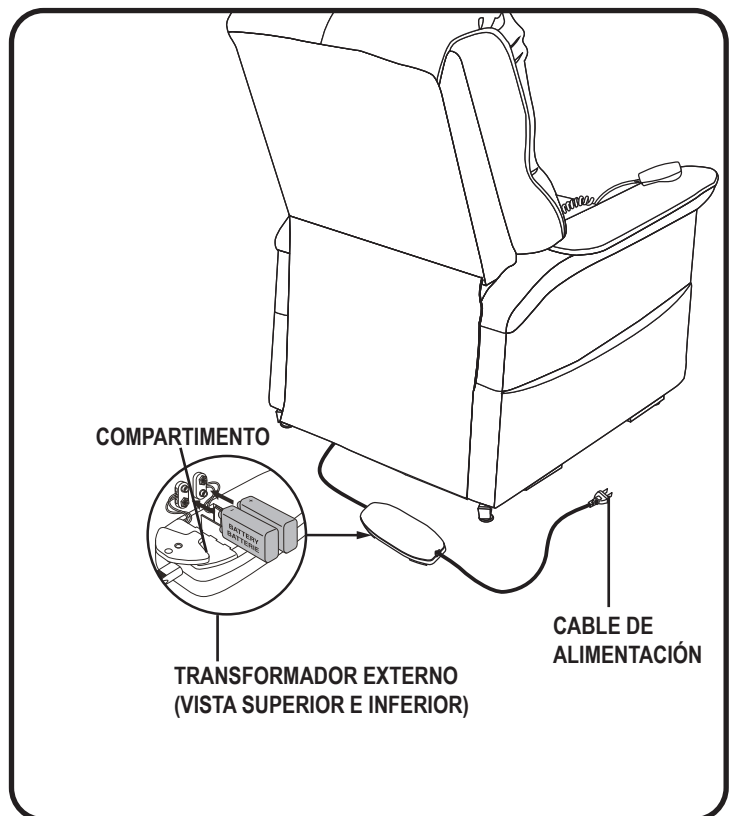

Figura 4.4 Ubicación del sistema de reserva de seguridad
3. Introduzca dos pilas 9V en el transformador externo. **Vea la figura 4.4.**